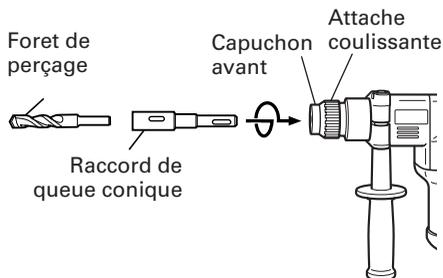
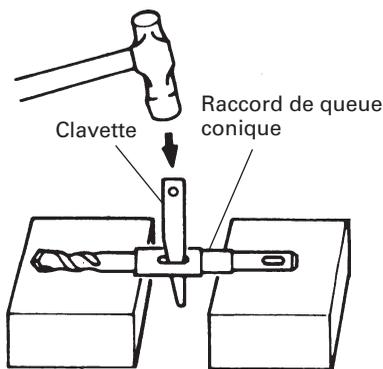

Fig. 13
Fig. 14
- (1) Monter le raccord de queue conique sur le marteau rotatif à percussion. (Fig. 13)
- (2) Fixer la mèche (queue conique) sur le raccord de queue conique. (Fig. 13)
- (3) Mettre l'interrupteur sur la position de marche (ON) et percer un trou de la profondeur voulue.
- (4) Pour retirer la mèche (queue conique), introduire la clavette dans la fente du raccord de queue conique et frapper la tête de la clavette avec un marteau alors que la perceuse est placée sur le support. (Fig. 14)